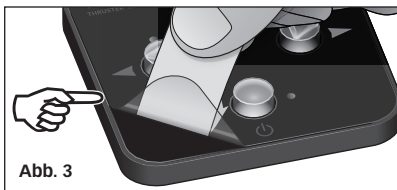

Abb. 3
- (**Abb. 3**) Nach der Installation die transparente Schutzfolie von der Oberfläche der Steuerung abziehen. Wir empfehlen, ein Stück Klebeband zu verwenden, um die transparente Schutzfolie besser entfernen zu können.